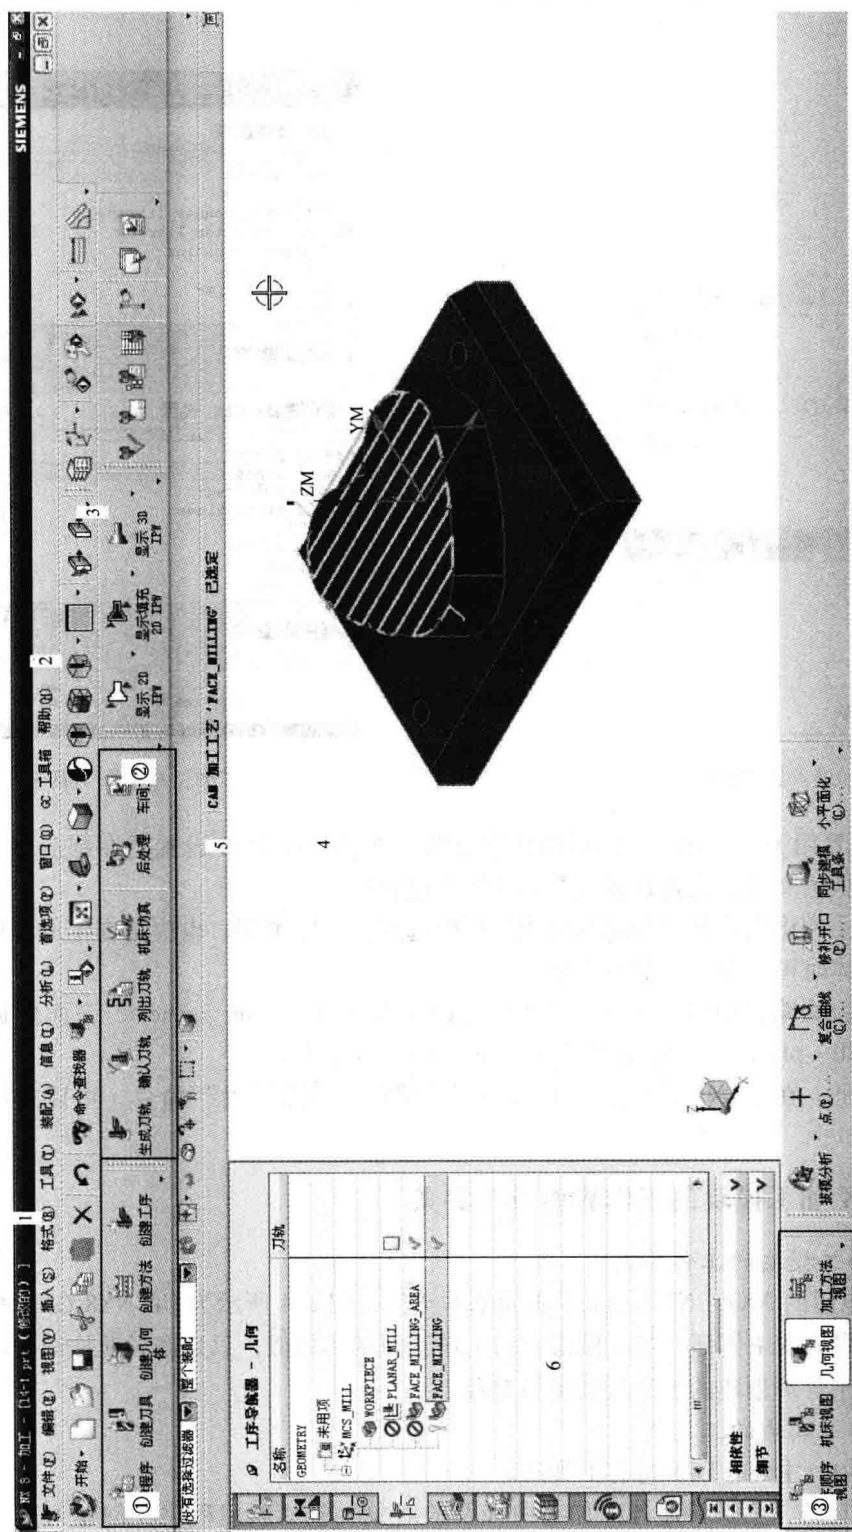

图 1-4 UG NX8 CAM 模块的工作界面
UG NX6 及以后的 NX7、NX8 的工作界面基本类似,图 1-4 所示为 UG NX8 CAM 模块的工作界面。工作界面的主体部分与建模模块的工作界面基本相似,只是在导航按钮中增加了工序导航器^①用于管理创建的工序及其他组对象。